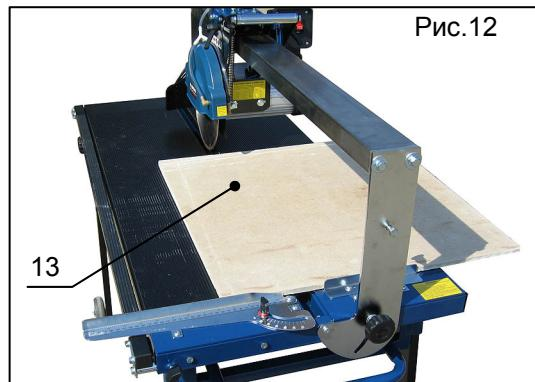

Рис.12
2. Установите плитку (поз.13, рис.12) на рабочем столе, прижав её к ограничителю. На угловой направляющей имеется шкала для точной резки.